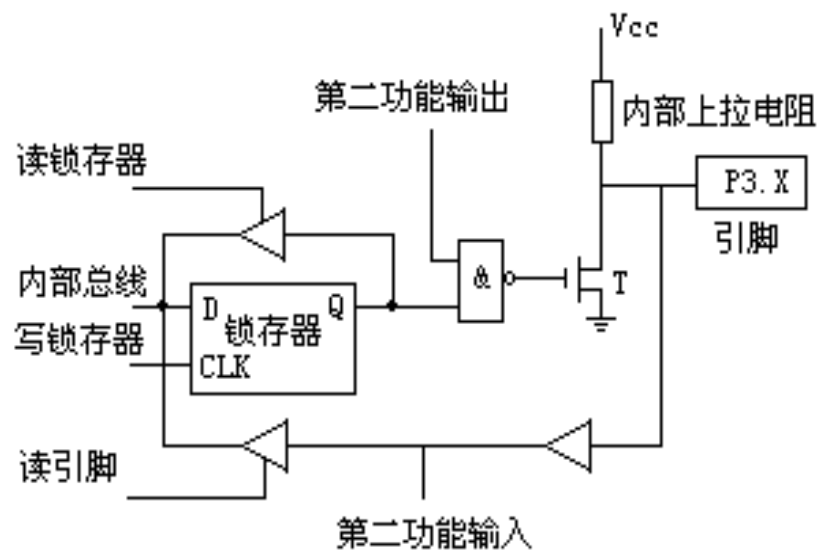

图2-16 P3口的位结构图
- P3口是一个多用途的口，也是一个准双向口，作为第一功能（通用I/O端口）使用时，其功能同P1口。P3口的位结构如图2-16所示。当作为I/O使用时，第二功能信号引线应保持高电平，与非门开通，以维持从锁存器到输出端数据输出通路的畅通。